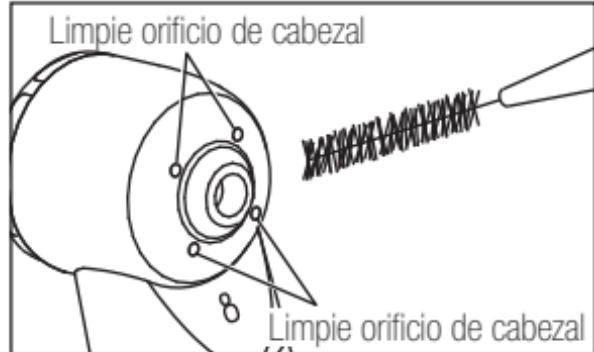

Fig. 5
- 2) Limpie la suciedad y los deshechos de la pieza de mano con un paño de algodón impregnado en alcohol. (Fig. 5) No utilice un cepillo de alambre.